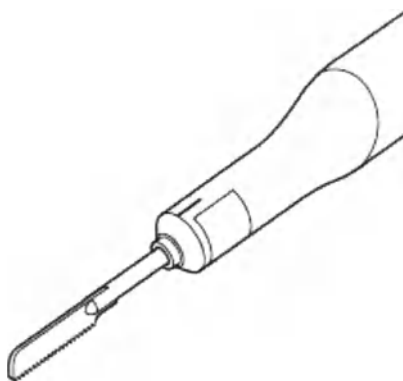

Рис. 2 – Отпустите кнопку
3. Отпустите кнопку. Кнопка должна вернуться в свое исходное положение и зафиксировать лезвие (см. рис. 2).